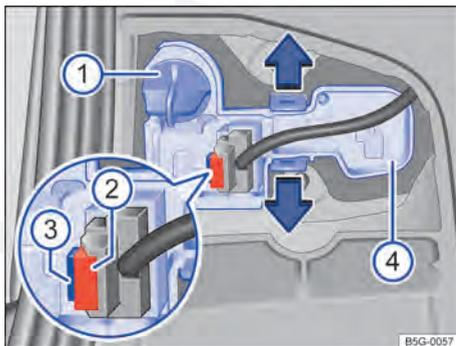

Fig. 228 Na tampa traseira: retirar o suporte da lâmpada .
4.	Girar o suporte da lâmpada ⇒ Fig. 228 ① até o batente no sentido anti-horário e retirar com a lâmpada incandescente para trás.
5.	Substituir a lâmpada incandescente queimada por uma lâmpada incandescente nova do mesmo modelo. Encaixar o suporte da lâmpada ① e girar no sentido horário até o batente.
6.	Retirar o fusível ②. Pressionar o bloqueio ③ do conector e retira-lo.
7.	Destravar as linguetas do suporte da lâmpada ④ no sentido da seta e remover o suporte da lâmpada.